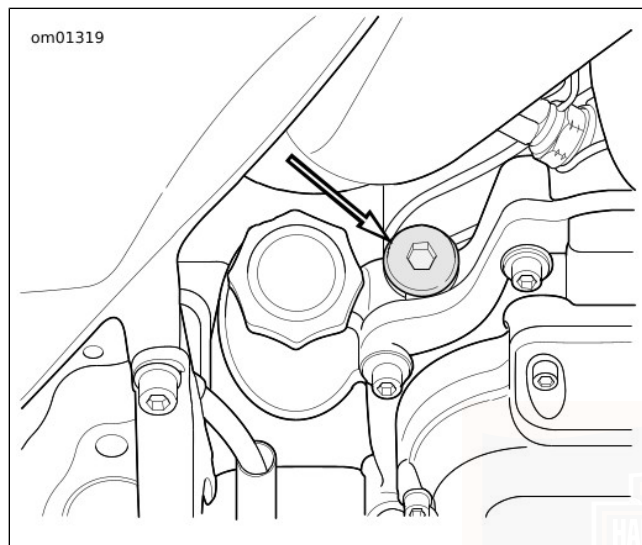

Abbildung 90. Lage des Getriebeeinfüllverschlussstopfens/Ölmessstabs
2. Siehe Abbildung 90. Den Getriebeeinfüllverschlussstopfen/Ölmessstab entfernen. Den Ölmessstab sauber wischen.